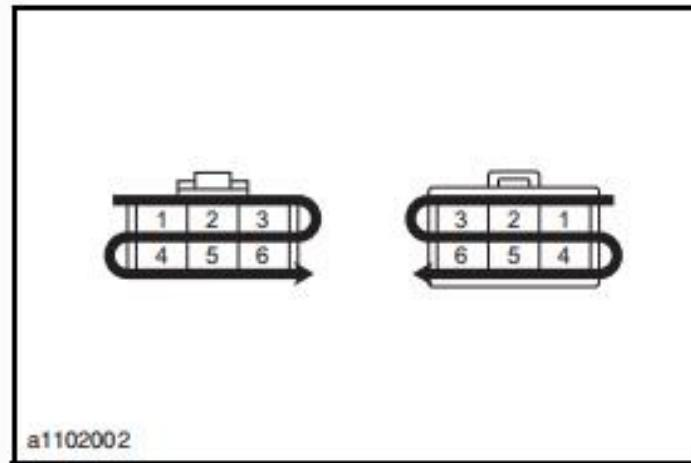

图1-5线束端子编号
7. 显示接插件的端子编号，注意相互插接的线束接头端子编号顺序互为镜像，如图1-5所示：